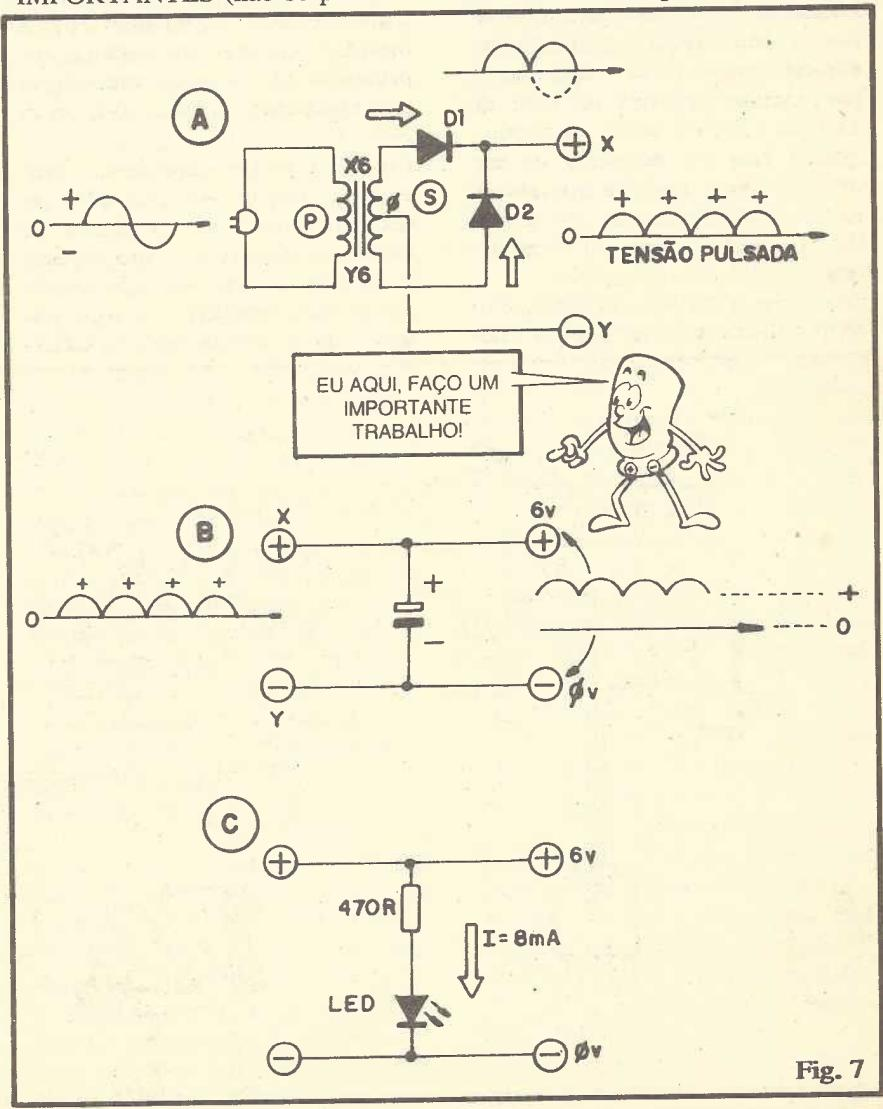

Fig. 7
- FIG. 7 - A Corrente Alternada captada na tomada é entregue inicialmente ao **primário (P)** do transformador (depois do chaveamento que "casa" o enrolamento à tensão da rede local). Este "transforma" a tensão, "abaixando-a" para os 6 volts desejados, porém ainda sob a forma de C.A. É aí que entra o trabalho dos diodos (D1 e D2) conforme vemos em 7-A. Como os diodos apenas permitem a passagem da corrente quando percorridos ou polarizados no sentido **direto** (ver OS DIODOS, lá na Lição Teórica, no inicio da presente Aula...) a forma de onda senoidal presente no **secundário (S)** do transformador é **retificada**, de modo que nos pontos X e Y possamos obter uma tensão de **polaridade fixa** (o ponto cará sempre **positivo** em relação ao ponto Y, já que através desse
ponto X apenas se mostrarão os semi-ciclos **positivos**... os negativos sendo "ceifados" pelos diodos...). Com os semi-ciclos **negativos** "proibidos" de passar (pela ação dos diodos), obtemos nos pontos X e Y uma tensão que, embora de polaridade constante, **não é constante** em sua "voltagem", uma vez que, obedecendo à própria forma de onda da C.A. ela vai de "zero" até um "pico" positivo, retorna a "zero", outra vez até o "pico" positivo, e assim por diante... Temos, então, o que chamamos de tensão **PULSATIL**... Até agora já obtivemos o **ABAIXAMENTO** da tensão para os 6 volts requeridos, e a **POLARIDADE CONSTANTE** também requerida... Porém ainda não temos uma real **CORRENTE CONTÍNUA**, como a fornecida por pilhas (uma vez que estas não fornecem a corrente aos "saltos", conforme temos na fig. 7-A...).
Com o valor empregado no circuito da FONTE (1000uF) esse tempo é bem **maior** do que a própria duração dos "pulsos" de corrente obtidos (são 120 por segundo, após a retificação feita pelos dois diodos - ver fig. 7-A). Ocorre então que, embora no primeiro momento (quando se liga a FONTE...) o capacitor demande um certo tempo para a sua **primeira carga**, ele nunca mais se apresentará completamente descarregado, já que antes que sua carga comece a esgotar-se (através das resistências naturais do próprio circuito da FONTE e do aparelho a ser alimentado...), novo semi-ciclo positivo é aplicado ao dito capacitor, como que mantendo sua carga "alta"! Assim, um capacitor de alto valor é capaz de "alisar" a forma de onda de uma C.C. pulsada (ver fig. 7-B). Essa pequena "ondulação" remanescente não tem muita importância na maioria das aplicações práticas... Temos, então, uma real **CORRENTE CONTÍNUA**, sob 6 volts, pronta a substituir, com vantagens, as pilhas eventualmente usadas na energização de circuitos que requeiram tal alimentação: